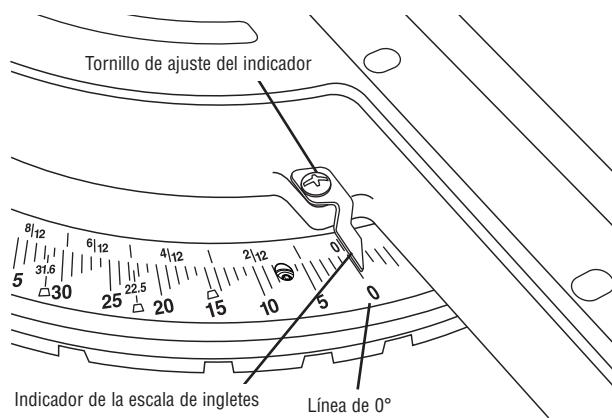

Figura 20. Ajuste de la escala de ingletes
- Afloje el tornillo de ajuste del indicador que sujetas en posición correcta el indicador de la escala de ingletes (vea la figura 20).